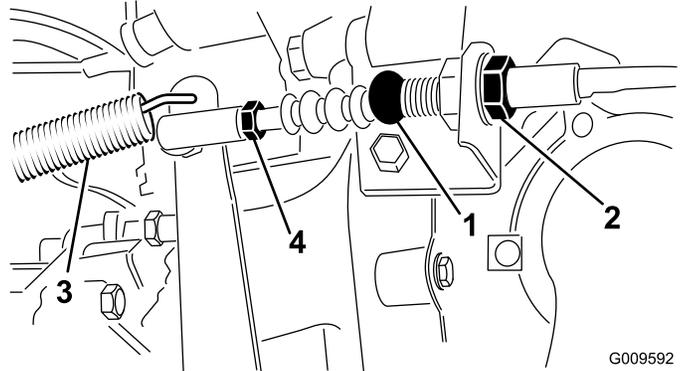

Figura 69
1. Afoje las contratueras que fijan el cable del embrague al soporte de la carcasa (Figura 69).